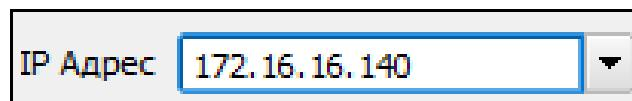

Рисунок 4
5. Нажать кнопку «Поиск контроллеров» в главном меню или ввести IP-адрес контроллера и нажать клавишу «Enter». (рис. 4).